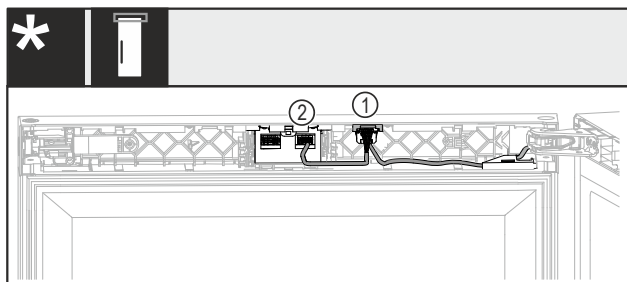

Fig. 46 Zonder slot of met mechanisch slot*
- ▶ Stekker met beide kabels Fig. 46 (1) in de geleiding schuiven.*
- ▶ Stekker met een kabel Fig. 46 (2) in een recht nest vastklikken.*